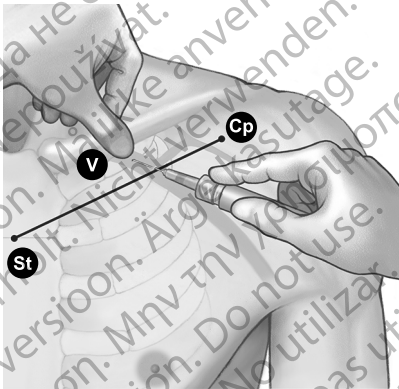

Abbildung 8. Platzierung des Daumens und Einstichstelle der Nadel
- Drücken Sie den Daumen gegen den Zeigefinger und zielen Sie 1-2 Zentimeter unterhalb der Clavicula, um den Musculus subclavius vor der Nadel zu schützen. (Wenn eine Hypertrophie des Musculus pectoralis erkennbar ist, sollte der Daumen auf einen Punkt ca. 2 Zentimeter oberhalb der Clavicula zeigen, da der Musculus subclavius ebenfalls hypertrophiert sein könnte) (Abbildung 8 Platzierung des Daumens und Einstichstelle der Nadel auf Seite 24).